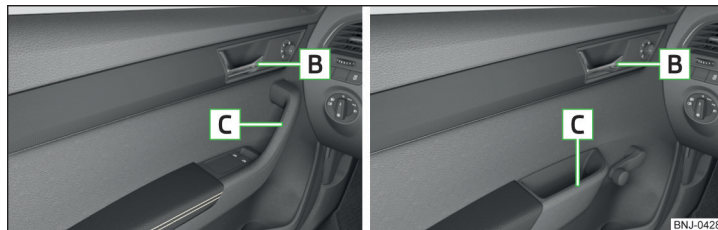

Fig. 48 Maneta pentru deschiderea portierei - Varianta 1/varianta 2
- › Pentru **deschiderea din interior**, trageți de maneta de deschidere a portierei » fig. 48 și împingeți portiera.